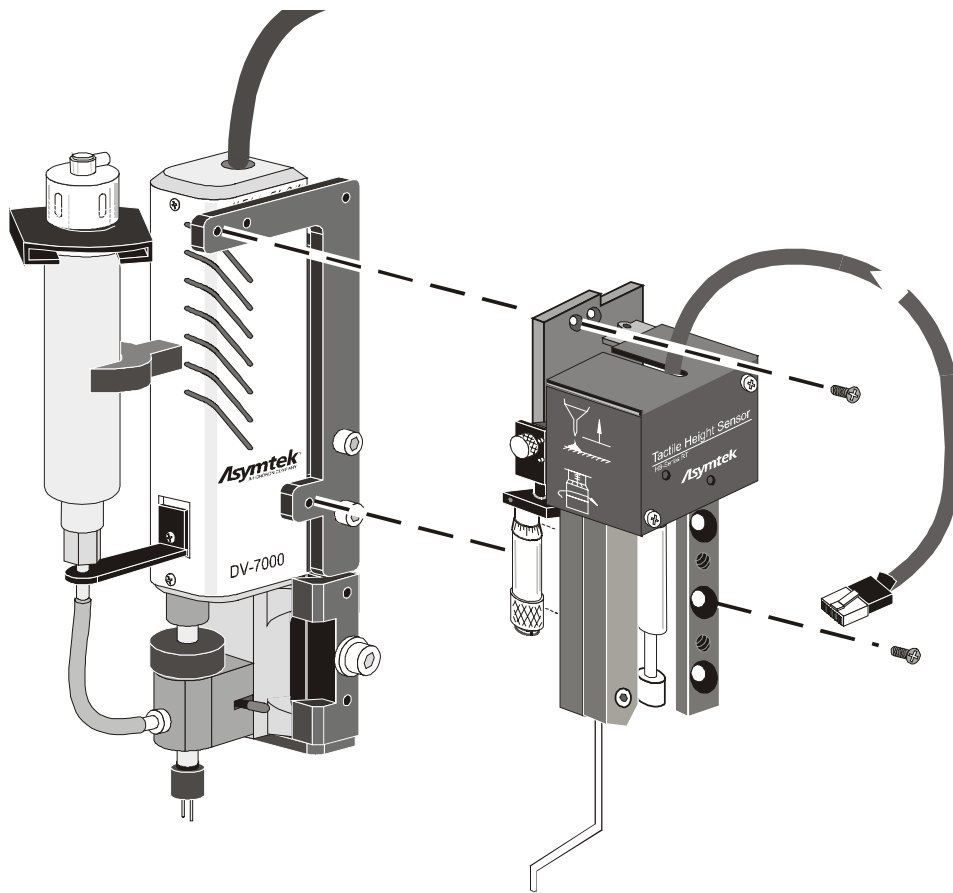

Abbildung 2-3 DV-7000 mit Höhengsensor
| Abbildung 2-3 DV-7000 Ventil mit Höhensensor | 2-4 |
5. Verwenden Sie zur Befestigung des Höhengensors an der Halterung des Höhengensors den Kreuzschlitzschraubenzieher. Siehe Abbildung 2-3.